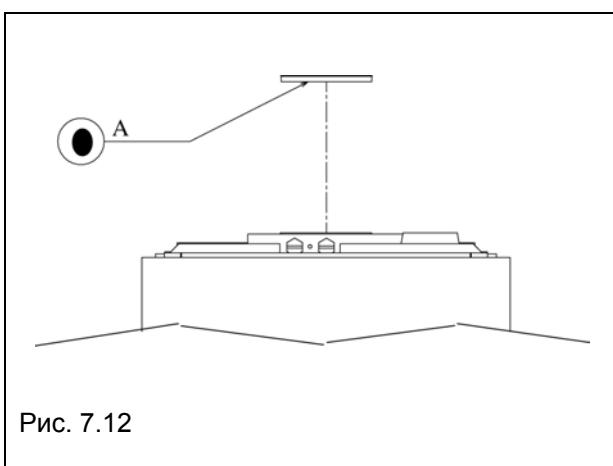

Рис. 7.12
Котел поставляется подготовленным к присоединению к коаксиальным каналам, на нем установлен фланец (A) (рис. 7.12) для ограничения доступа воздуха в котел при использовании короткого канала для горения, а отверстия (B) закрыты (рис. 7.13).